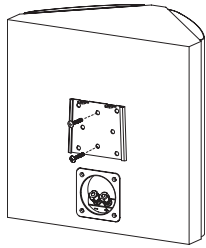

Figura 10
- 3) Con los dos pernos incluidos de 1/4-20, monte la parte "A" del soporte en la parte de atrás del altavoz atornillando los pernos en el inserto roscado. Asegúrese de que el soporte tenga las dos lengüetas hacia la parte de arriba del altavoz. (Vea la Figura 10)